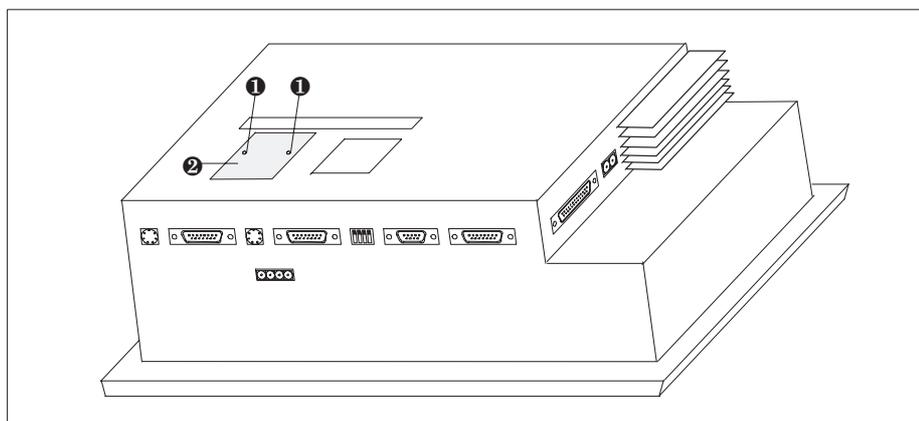

Figura 17-5 Eliminazione del coperchio (esempio TP37)
2. Allentare i due rivetti di espansione ❶ e togliere il coperchio ❷ rappresentato nella figura 17-5, per il TP37, dal retro del Touch Panel.